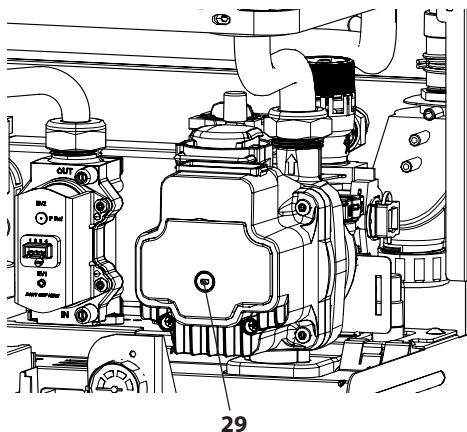

Figura 9.15
- Togliere il tappo 29 in Figura 9.15 e sbloccare la pompa ruotando il rotore con un cacciavite. Durante questa operazione sfiatare la pompa.